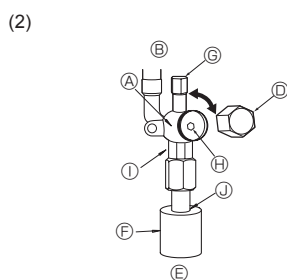

Fig. 4-7
(2) Strona cieczowa (Fig. 4-7)